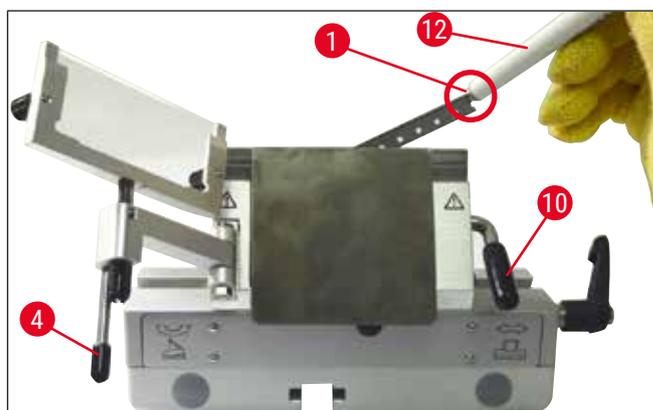

Fig. 36
4. Vous pouvez également retirer la lame à l'aide d'un pinceau à aimant (→ Fig. 36-12). Pour ce faire, rabattez le levier de serrage (→ Fig. 36-10) vers le bas, dans le sens inverse des aiguilles d'une montre (→ "Fig. 36"). Rabattez le système anti-roll (→ Fig. 36-4) vers la gauche. Avancez le pinceau à aimant (→ Fig. 36-1) sur la lame, puis remontez-le.